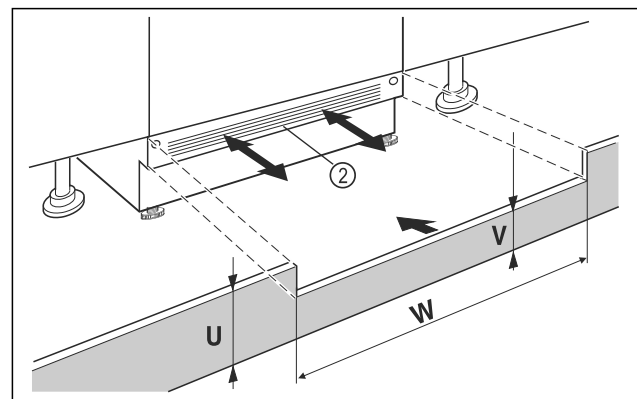

Fig. 38 Beispielhafte Darstellung
- ▶ Gerätesockelblende Fig. 38 (2) aufsetzen aber noch nicht fixieren.
- ▶ Bei sichtbarer Sockelblende Fig. 38 (2), diese so weit nach vorn ziehen, dass Vorderkante Lüftungsgitter und Möbelsockelblende eine Ebene bilden.
- ▶ Bei verdeckter Sockelblende Fig. 38 (2), diese ganz nach hinten schieben.
- ▶ Auf komplett freie Lüftungsschlitze achten: Bei Bedarf Höhe der Möbelsockelblende Fig. 38 (U) zuschneiden!
- ▶ Entlang der Nischenbreite Fig. 38 (W) die Steghöhe Fig. 38 (V) unter der Gerätesockelblende Fig. 38 (2) einpassen.